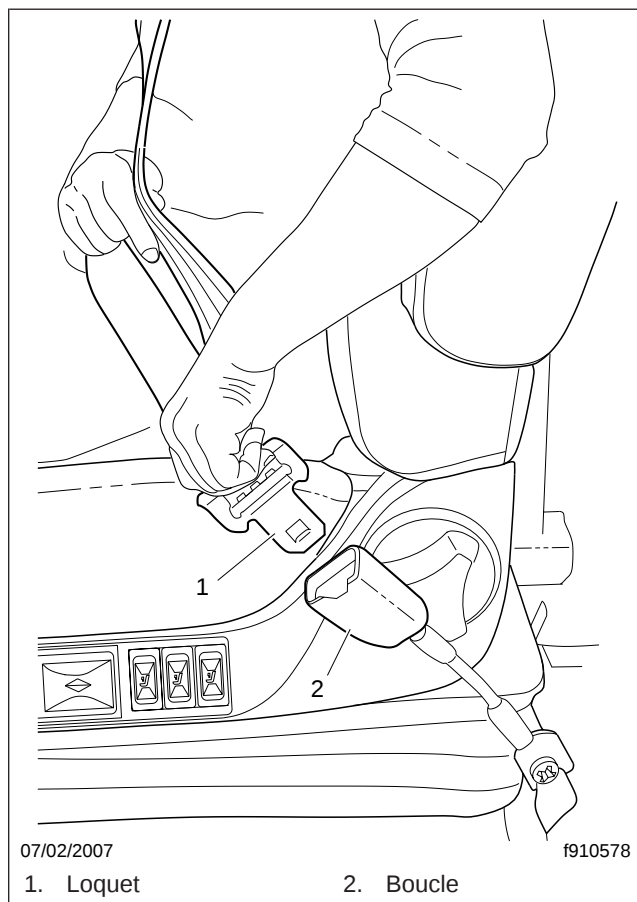

Fig. 6.8, Fonctionnement de la ceinture de sécurité à trois points
1. Tirez lentement l'extrémité attache métallique de la ceinture à trois points pour la sortir du rétracteur (de l'extérieur vers l'intérieur) sur une longueur suffisante pour l'enclencher dans la boucle. Si le rétracteur se bloque prématurément, laissez la ceinture se rétracter légèrement, puis tirez-la encore lentement. Voir la figure 6.8.